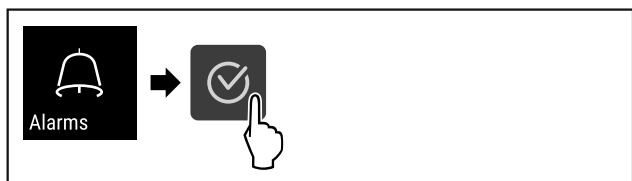

Fig. 117
- ▶ Eseguire i passi (vedere Fig. 117).